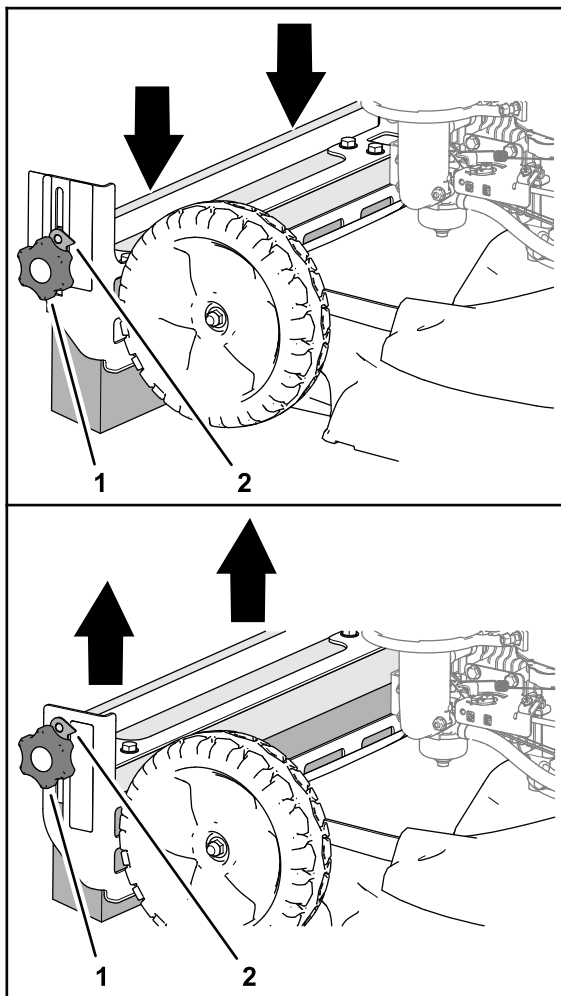

Figure 19
1. Desserrez les boutons de chaque côté du support de montage de la brosse (Figure 19).
2. Vous pouvez élever ou abaisser la brosse à l'aide de la poignée du support de réglage (Figure 19).
3. Serrez les boutons (Figure 19).